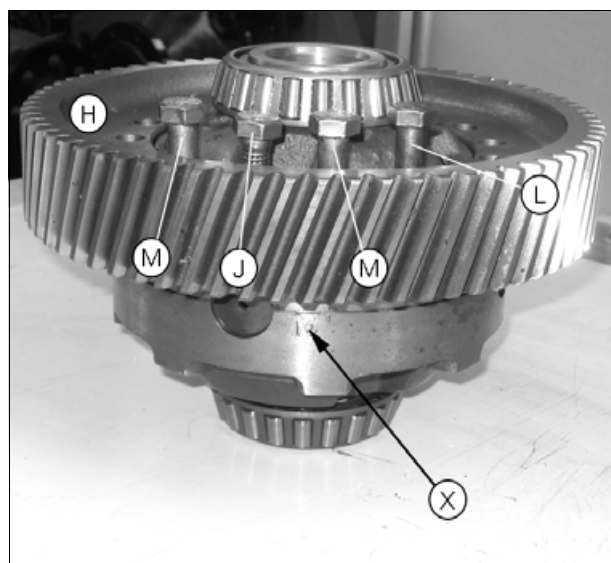

Рис. 25.
11. Вставьте упорные шайбы (K) диска и шестерён и (G) колес со стороны дифференциала. Соедините две части дифференциала таким образом, чтобы метки (X) рис. 25 совпали.